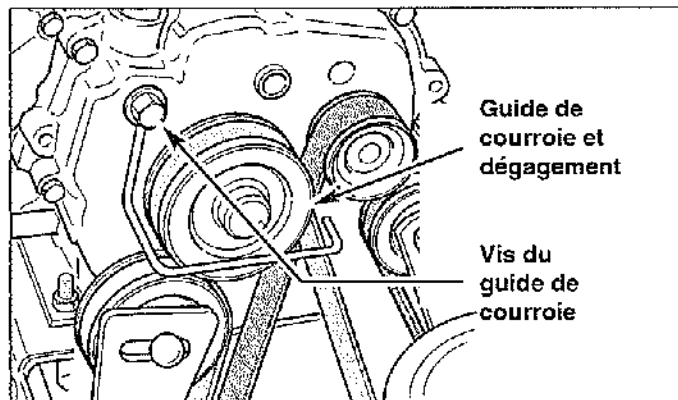

Figure 27. Réglage du guide de courroie de la vis sans fin
1. La commande de la vis sans fin étant toujours complètement enfoncée, ajuster le guide de la courroie de la vis sans fin pour qu'il y ait un dégagement de 0,4 mm (1/64") (0,8 mm (1/32") maximum) entre l'extrémité du guide et la courroie (Figure 27) en s'assurant que le guide NE POSE aucune pression sur la courroie.
2. En s'assurant que le guide de la courroie de la vis sans fin NE BOUGE PAS pendant le serrage, serrer la vis du guide (Figure 27) pour le fixer en place.
3. Vérifier le réglage du guide de la courroie de la vis sans fin (Figure 27) pour s'assurer que l'écart entre la courroie et le guide est correct.
4. Desserrer le guide de courroie de la vis sans fin et sortir la courroie de la poulie du moteur en l'écartant de la poulie de tension (Voir Figure 27).